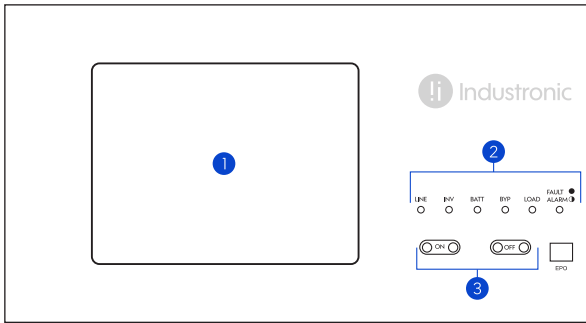

Figura 5-1 Tablero de control
Esta descripción del tablero de control y la pantalla se encuentra en la puerta frontal del UPS. El usuario puede controlar el equipo y monitorear todos los parámetros medidos del UPS, el estado de la batería y las alarmas a partir del tablero de control y la pantalla. La descripción del tablero de control y la pantalla está dividida en cuatro áreas de función: (1) Pantalla LCD, (2) indicadores LED, (3) botón de control y (4) alarma sonora, como se muestra en la figura 5-1.